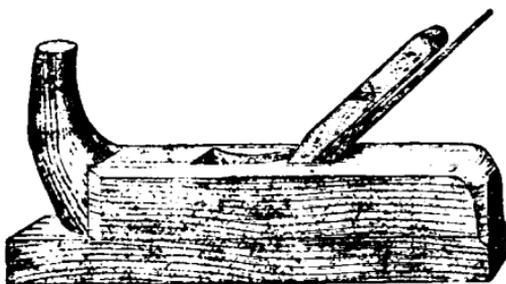
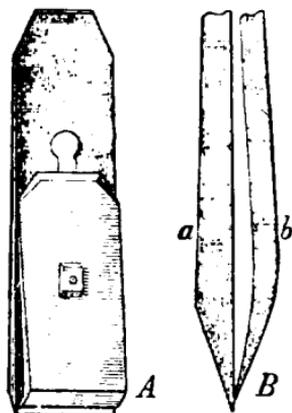

Рис. 5. Рубанокъ съ двойнымъ желѣзкомъ, или шлифтикъ.
Рис. 6.
*Рубанокъ съ двойнымъ желѣзкомъ, или шлифтикъ* (рис. 5). Онъ отличается отъ простаго рубанка только тѣмъ, что къ желѣзку его привинчивается еще другая желѣзная пластинка, такъ чтобы отъ нижней заостренной желѣзка выдавалась изъ-подъ верхняго желѣзка только узенькая полоска (рис. 6). Шлифтикъ захватываетъ очень тоненькую стружку и строгаютъ чище простаго рубанка. Имъ окончательно отдѣлываютъ доску, послѣ